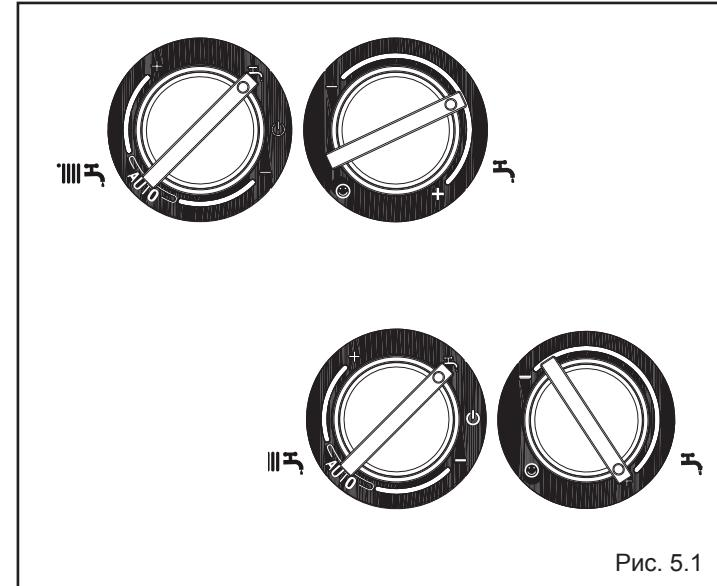

Рис. 5.1
- установите переключатель режимов работы режим «лето» (рис. 5.1)
- установите регулятор температуры в контуре ГВС (рис. 5.1) на максимальное значение.
- Откройте кран подпитки (рис. 5.1а) и держите его открытым до тех пор, пока давление не поднимется до уровня от 1 до 1,5 бар.